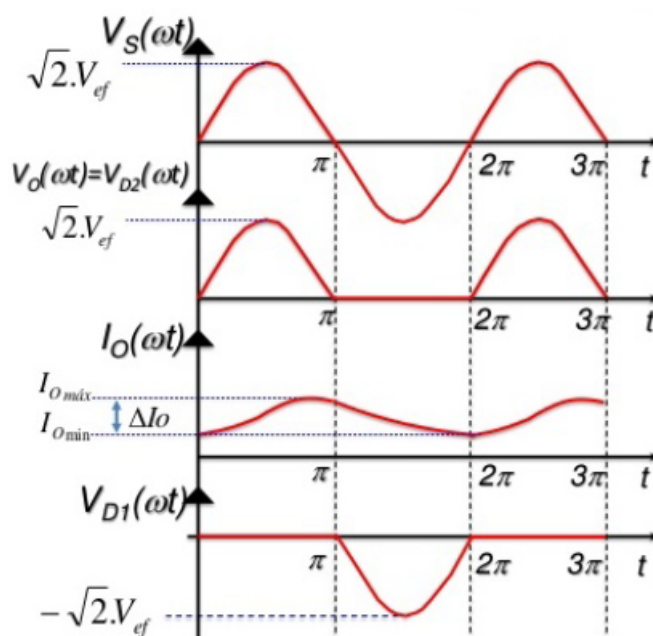

Figura 6: Forma de Onda de tensão e corrente do circuito retificador
6. Utilizar o osciloscópio para visualizar todas as grandezas de interesse (mostradas na Figura 6), identificando seus valores de pico, médios e eficazes.
5. Obter as principais formas-de-onda (vide Figura 6);